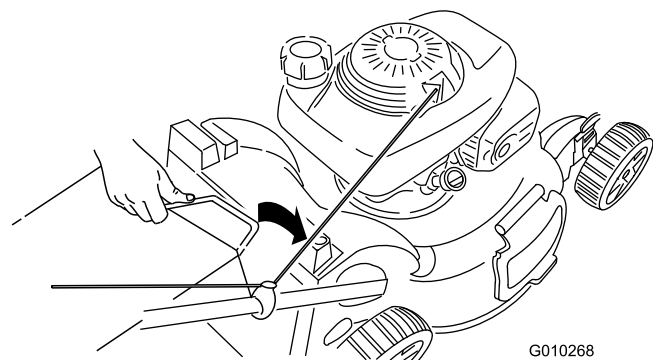

Figuur 30
2. Laat het startkoord rond de onderste koordgeleider lopen (Figuur 30).